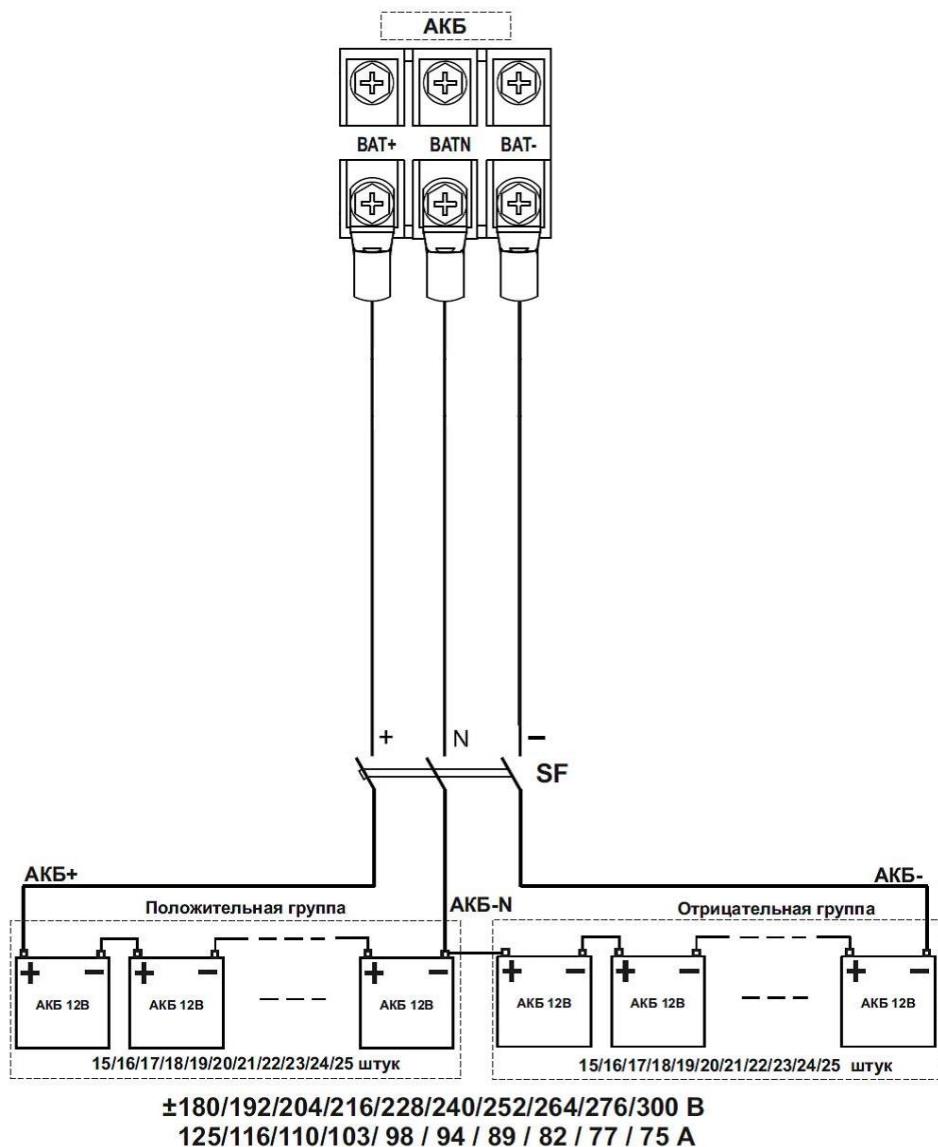

Рисунок 4 – Схема монтажа АКБ
Между АКБ и изделием должен быть подключен автоматический выключатель постоянного тока (SF, на номинальный ток 400 А – SKAT-UPS 120-3/3-ON или 500 А – SKAT-UPS 160-3/3-ON, см. рисунок 4).
Между АКБ и изделием должен быть подключен DC – совместимый термоманитный трехполюсный защитный автоматический выключатель SF, (или другое устройство защиты, например, группа предохранителей с трехполюсным выключателем), расположенный как можно ближе к АКБ, см. рисунок 4.
- номинальное напряжение выключателя должно быть не менее рабочего напряжения положительной/отрицательной группы АКБ (см. рисунок 4);
Затем выполнить, **с соблюдением полярности**, последовательное соединение аккумуляторных батарей 12 В, в соответствии с двуполярной схемой (см. рисунок 4) при помощи перемычек АКБ (**перемычки АКБ в комплект поставки НЕ входят**).